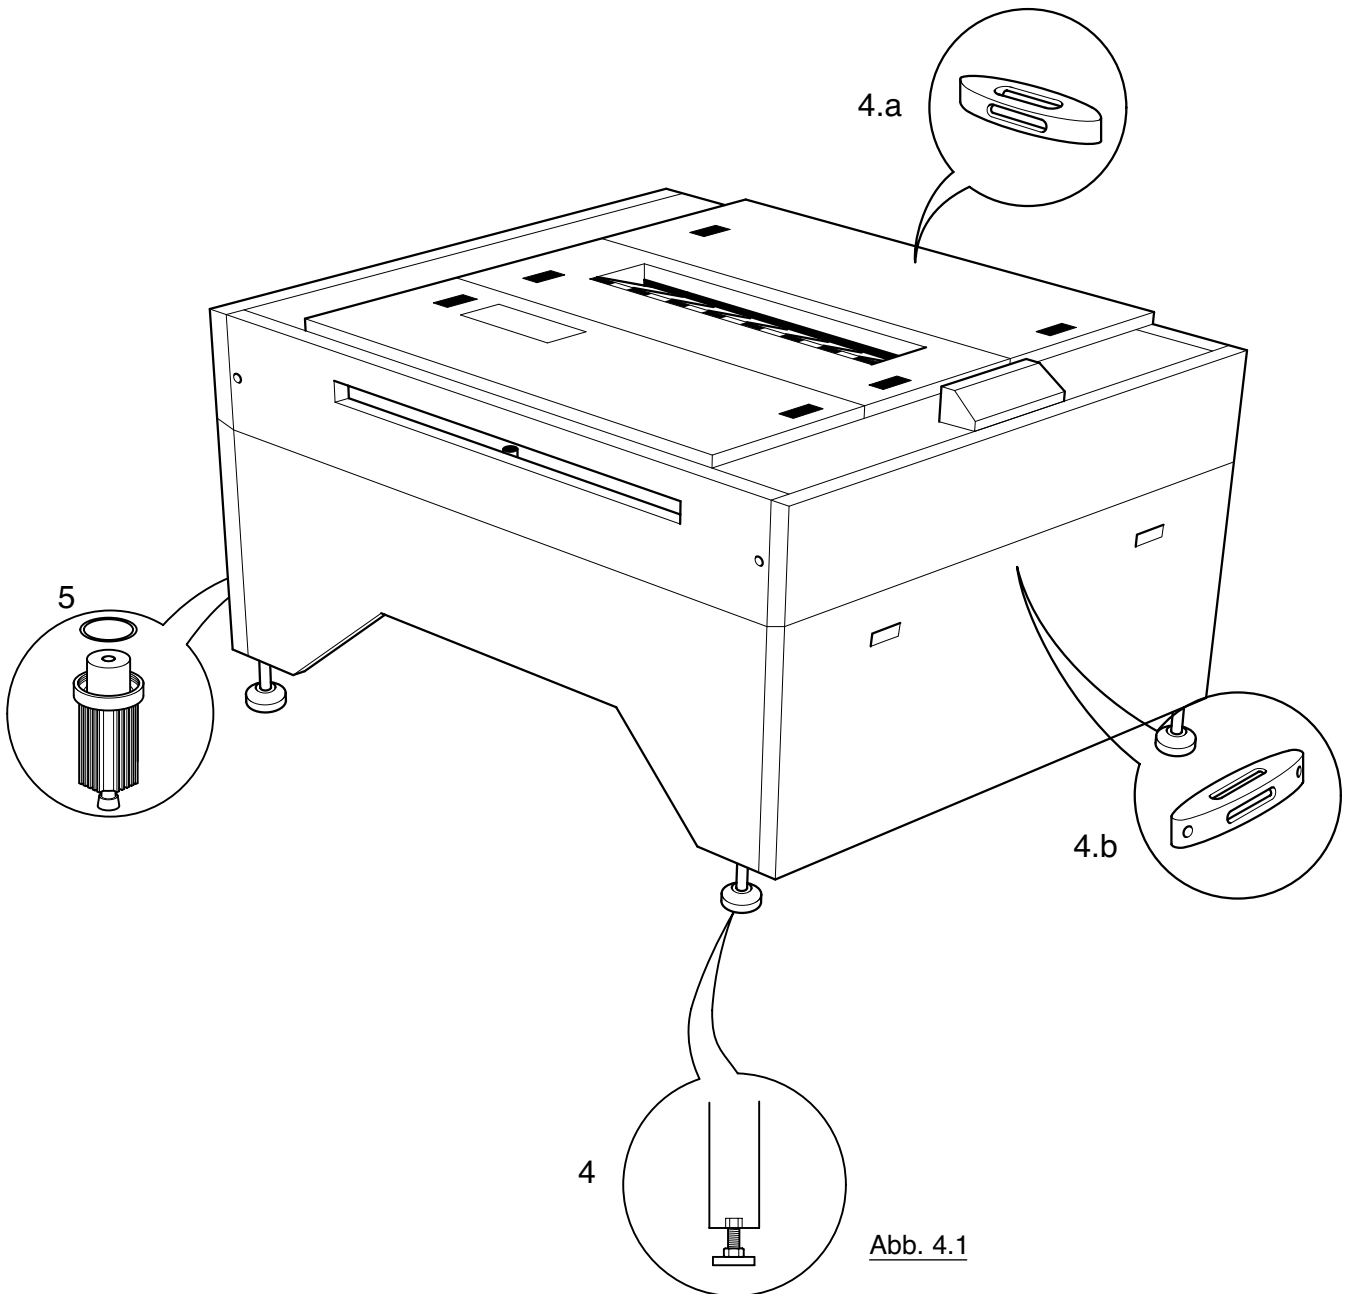

Abb. 4.1
- a. Eine Wasserwaage auf die obere Antriebswalze (Gummierung) legen und von rechts nach links fluchten (siehe Abb. 4.1, Seite 10).
- b. Eine Wasserwaage oben auf die Behälterseite legen und von vorne nach hinten fluchten (siehe Abb. 4.1).
5. Den Entwicklerfilter, O-Ring und Filtereinsatz einsetzen (siehe Abb. 4.1).